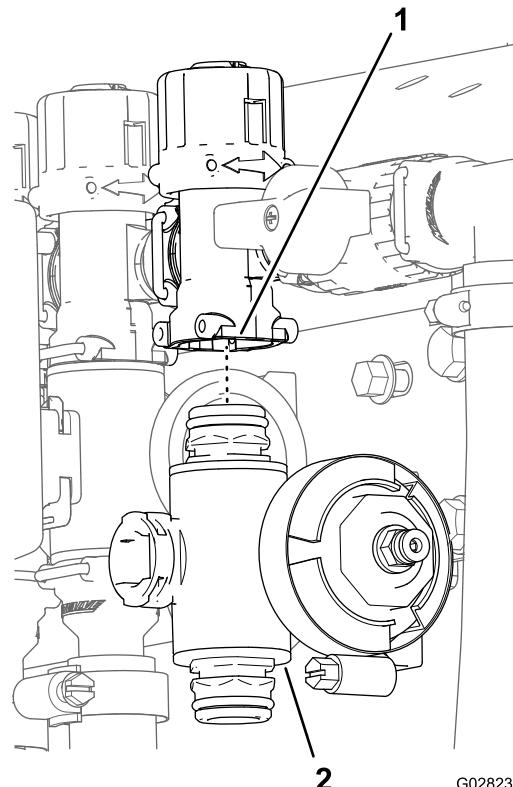

Bild 121
3. Entfernen Sie für die linken oder rechten Auslegerabschnittsventile die Bundkopschrauben und Sicherungsbundmuttern, mit denen die Abschnittsventile an der Ventilhalterung befestigt sind. Entfernen Sie die Ventilverteiler für das mittlere Abschnittsventil von der Maschine; entfernen Sie den Abschnittsventilverteiler von der Maschine (Bild 121).